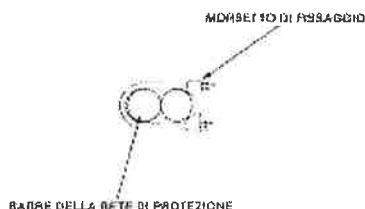
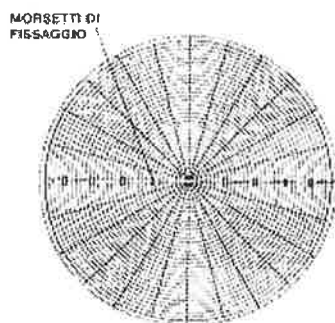

Figura 24 – Sistemazione dei morsetti di fissaggio
Figura 25 – Distanziamento dei morsetti di fissaggio
3. Unire le due metà della rete di protezione con i morsetti di fissaggio (Figura 24). Dovrebbero esserci quattro morsetti di fissaggio su ogni lato della rete di protezione del ventilatore. Distanziare i morsetti di fissaggio lungo i raggi della rete di protezione, come indicato nella Figura 25.
3. Unire le due metà della rete di protezione con i morsetti di fissaggio (Vedi Figura 24). Dovrebbero esserci quattro morsetti di fissaggio su ogni lato della rete di protezione del ventilatore. Distanziare i morsetti come indicato nella Figura 25.